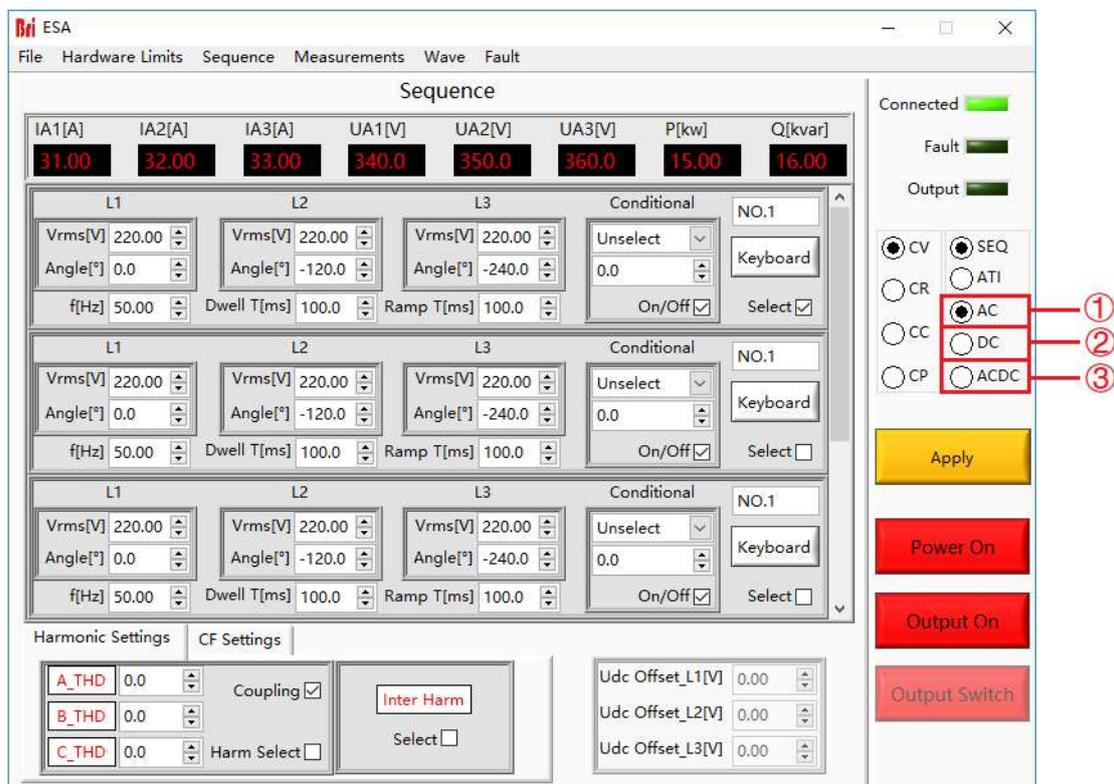

图 5-13 输出模式
测试步骤：点击“Sequence”进入序列模式测试界面，在界面右侧选择交流输出模式（AC）（图 5-13①），用户可以根据测试需求选择不同的运行模式（CV/CC/CP），并设置交流电压/电流/功率，参数设置完成后依次点击“Apply” → “Power On” → “Output On”，设备开始正常运行并输出。
测试步骤：点击“Sequence”进入序列模式测试界面，在界面右侧选择交流+直流输出模式（AC+DC）（图 5-13③），用
测试步骤: 点击 “Sequence” 进入序列模式测试界面, 在界面右侧选择直流输出模式 (DC) (图 5-13②), 用户可以根据测试需求选择不同的运行模式 (CV/CC/CP), 并设置直流电压/电流/功率, 参数设置完成后依次点击 “Apply” → “Power On” → “Output On”, 设备开始运行并输出直流电压/电流/功率。